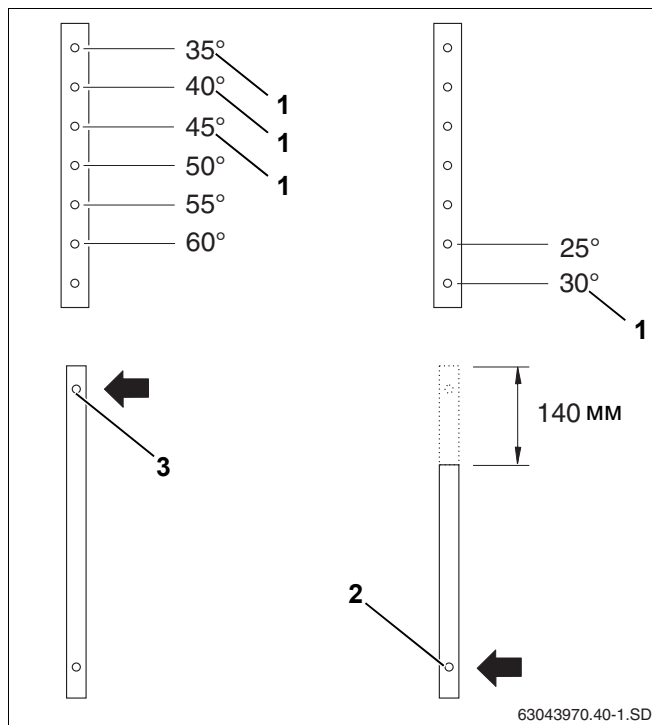

Рис. 13 Выбор угла наклона для горизонтальных коллекторов
- Выбрать отверстия на верхней и нижней телескопических направляющих согласно рис. 12 и рис. 13.
При горизонтальном монтаже для угла наклона коллектора от 35° до 60° используйте верхнее отверстие нижней телескопической стойки (рис. 13, поз. 3).
Для угла наклона 25° и 30° нужно укоротить нижнюю стойку сверху на 140 мм и использовать нижнее отверстие (рис. 13, поз. 2).
- Для монтажа на фасаде нужно использовать только положение с углом наклона коллектора 30°, 35°, 40° и 45° (рис. 13, поз. 1).